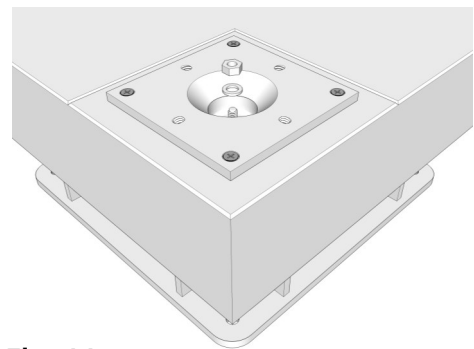

**Fig. 43**
**20.** Asegure la Placa para montaje (N) al Pad (B) con cuatro tornillos de auto ajuste (M) (Fig.43)